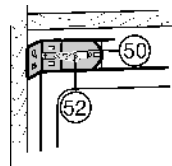

Fig. 20
- ▶ Придвиньте крепежный уголок *Fig. 20 (50)* к мебельной стенке и затяните два винта M5, Torx 25 *Fig. 20 (52)*.